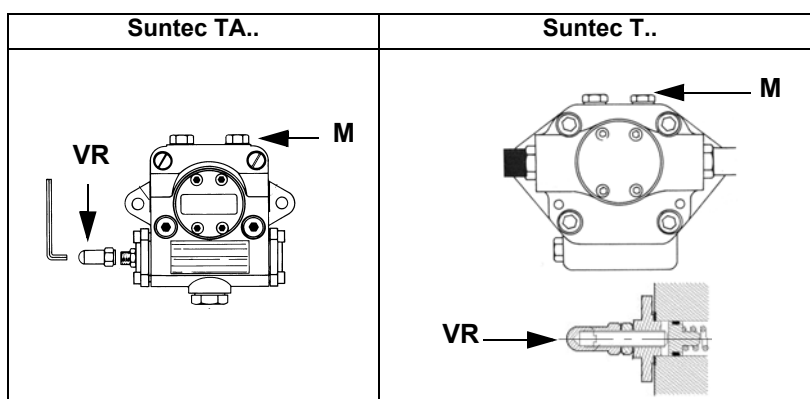
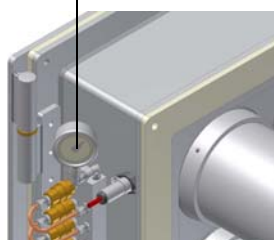

Рис. 15
Рис. 16
- 3 выпустить воздух со штуцера (M) манометра насоса (Рис. 15), расслабив слегка заглушку, но не снимая ее; затем отпустить контактор;
Давление питания форсунки уже отрегулировано заранее на заводе-изготовителе и не должно изменяться. Только в случае необходимости, отрегулировать давление питания (см. соответствующий параграф) следующим образом: установить манометр в положение, указанное на Рис. 16, воздействовать на регулировочный винт VR насоса (см. Рис. 15 и на стр 21) до получения на форсунке давления в 20 или 25 бар (форсунки Vergonzo или Fluidics/UNIGAS M3 - см. график на Рис. 14);